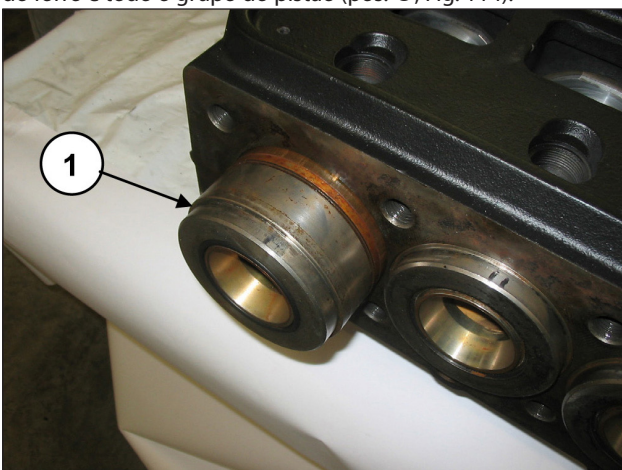

Fig. 114
Girando o eixo, avance a guia do pistão, de modo que a tampa, avançando em sua volta, podendo expelir o suporte do forro e todo o grupo do pistão (pos. ①, Fig. 114).